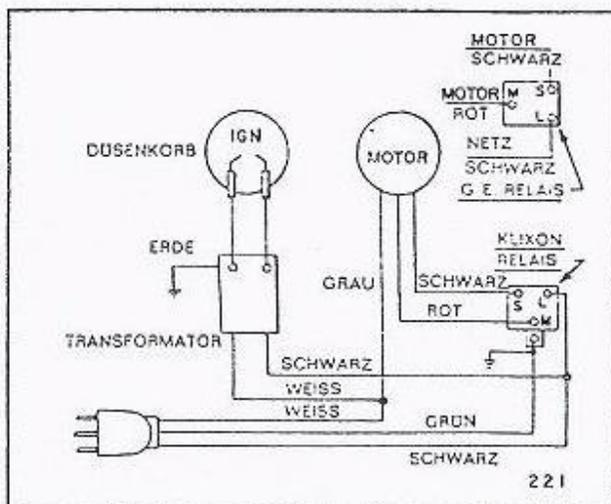

Bild 5
2. Achten Sie beim Montieren eines neuen Transformators unbedingt auf eine saubere, schmutz- und farbfreie Auflage und fest angezogene Befestigungsschrauben. Nur so ist eine gute Erdung (Stromkreis) gewährleistet. Siehe Bild 5 und 6.
überbrückt). Nach Erreichen der Betriebsdrehzahl Stecker wieder herausziehen. Der Motor soll bis zum Stillstand frei auslaufen. (Siehe Bild 5.)